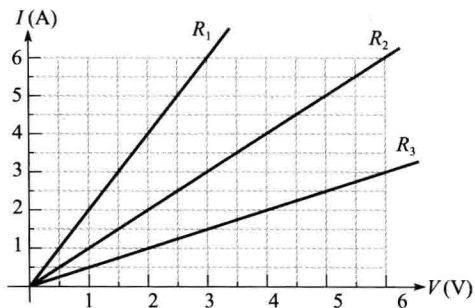

图 3-36 习题 57 图
57. 图 3-36 是三个电阻的电压电流关系图，试确定 R_1 、 R_2 和 R_3 。